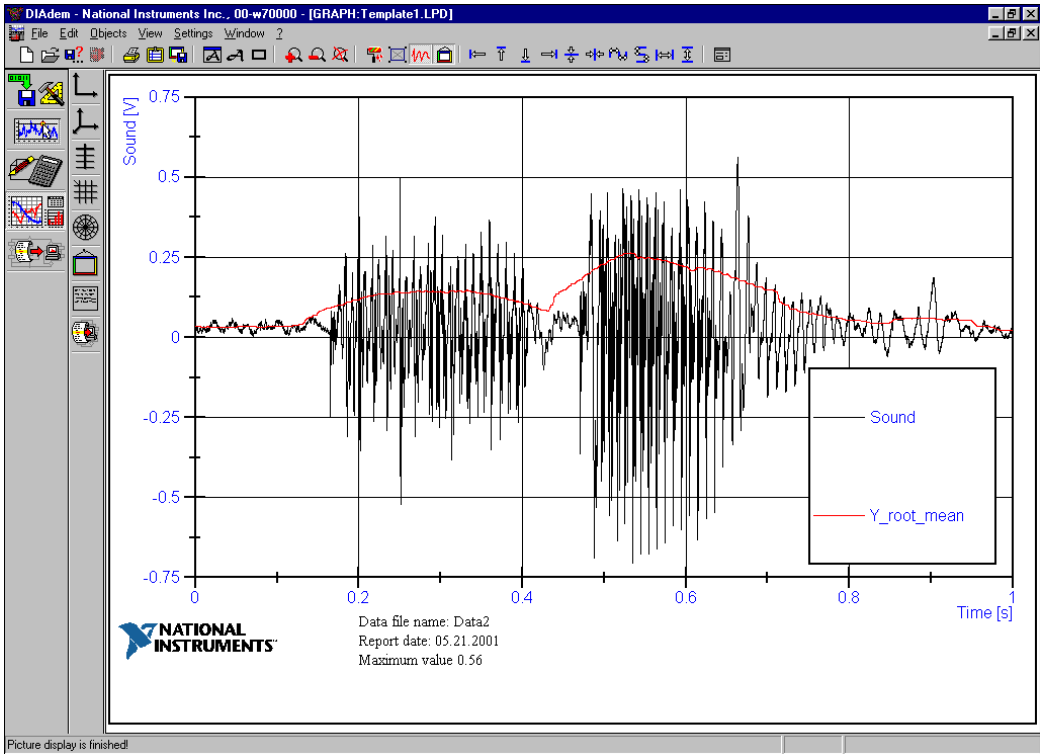

図 6-6 背景が切り取られた凡例
4. **Redraw**（更新）アイコンを選択して画像を更新すると、凡例の枠内の背景が切り取られます。図 6-6 は、背景が切り取られた凡例を示しています。